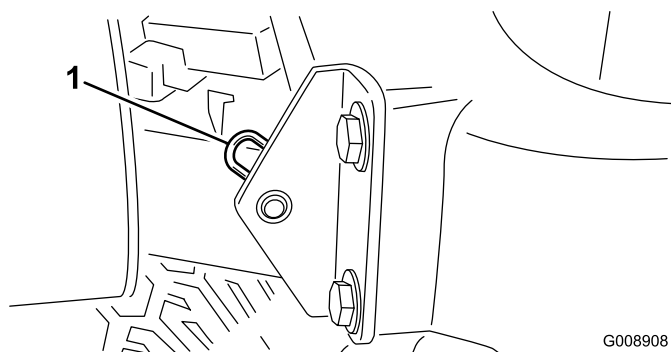

Figura 34
- Togliete la coppia che fissa il perno del cofano alle staffe di montaggio (Figura 34).